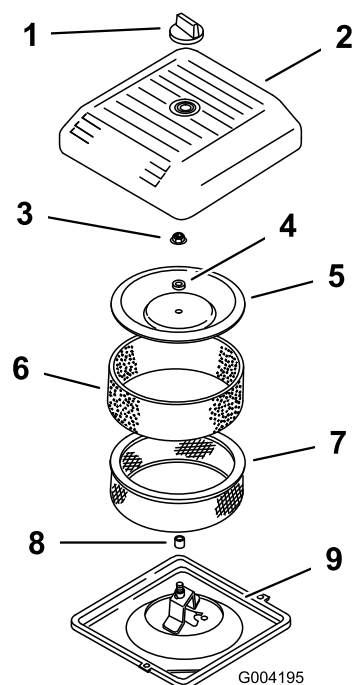

Figura 30
4. Desenrosque el pomo y retire la cubierta del limpiador de aire (Figura 30).
5. Deslice cuidadosamente el prefiltro de gomaespuma para separarlo del elemento de papel (Figura 30).
6. Desenrosque la tuerca de la tapa y retire la tapa, el espaciador y el filtro de papel (Figura 30).
2. Coloque el conjunto del limpiador de aire sobre su base (Figura 30).
3. Instale la tapa y el espaciador y fíjelos con la tuerca de la tapa (Figura 30). Apriete la tuerca a 11 Nm.
4. Instale la cubierta del limpiador de aire y fíjela con el pomo (Figura 30).